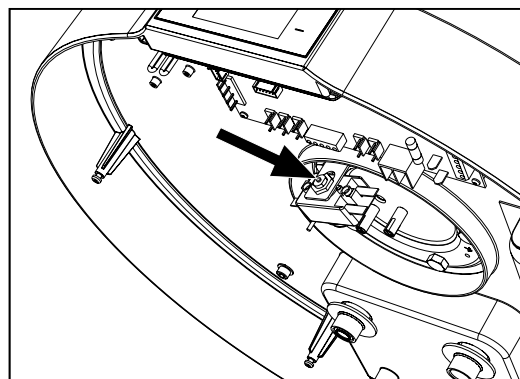

fig. 65 - Restabelecimento do termostato de segurança
- Restabeleça manualmente o termostato de segurança disparado (fig. 65). Em caso de intervenção, o perno central do termóstato sobressai em cerca de 2 mm.